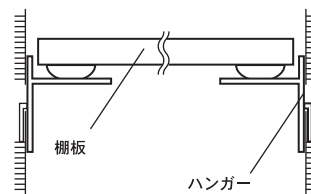

図 3
2. セットしたハンガーに棚板を載せて下さい。棚板が水平になっている事をご確認下さい。(図 3)